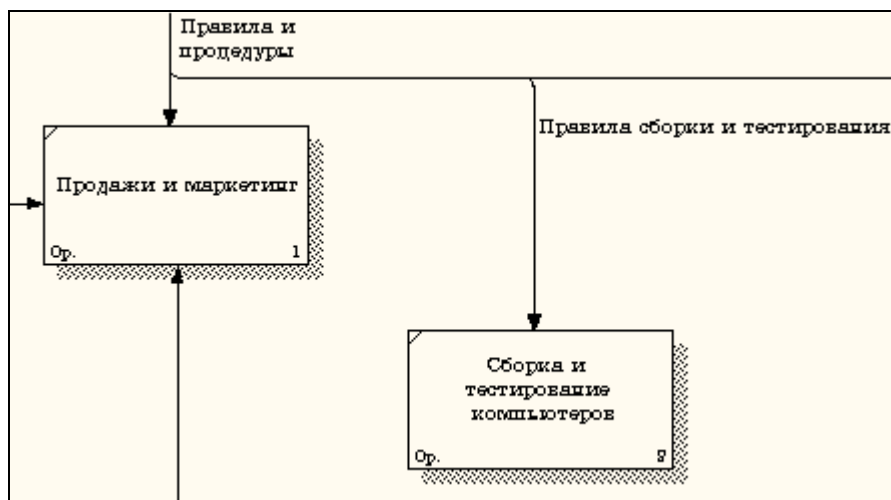

Рисунок 2.6 - Стрелка "Правила сборки и тестирования"
- 5 Правой кнопкой мыши щелкните по ветви стрелки управления работы **"Сборка и тестирование компьютеров"** и переименуйте ее в **"Правила сборки и тестирования"** (рисунок 2.6).